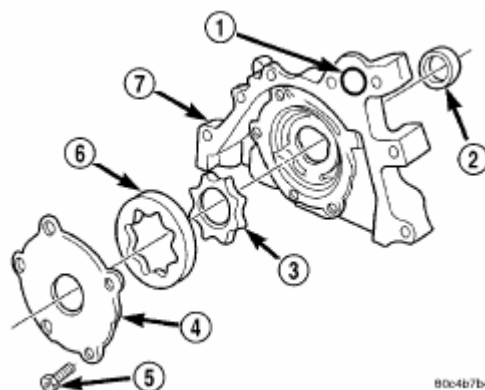

Рис. 90. Масляный насос.
- (1) Проверьте сопрягаемую поверхность масляного насоса. Поверхность должна быть гладкой (Рис.90). При наличии на поверхности царапин или канавок замените крышку насоса.